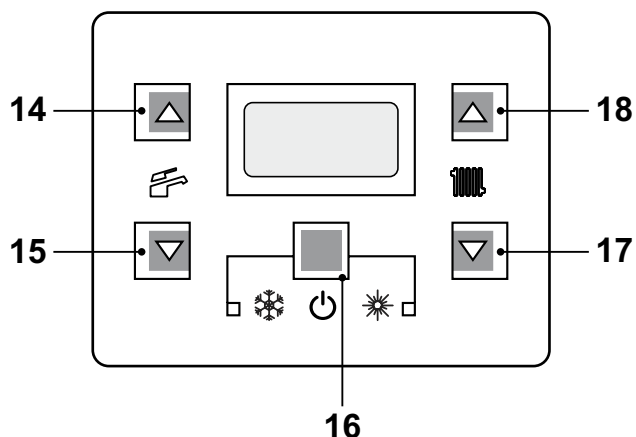
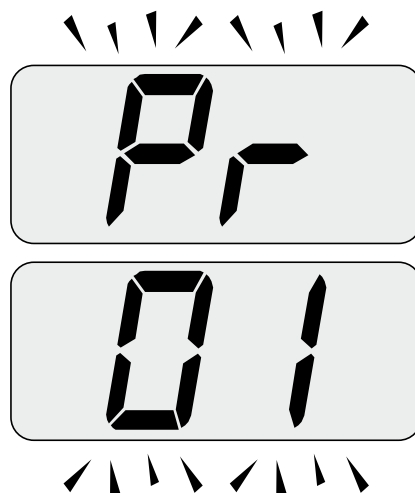
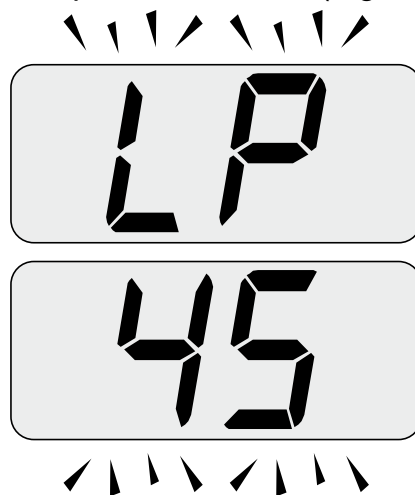

Figura 9.13
Figura 9.14
Figura 9.15
- Entrare in "modalità programmazione" premendo contemporaneamente per 10 secondi i tasti 16 - 17 - 18 (Figura 9.13 ) fino a far apparire sul display LCD le lettere **Pr** che si alternano con il codice **01**, indicanti l'entrata nel "parametro 01"(Figura 9.14 ).
- Premere contemporaneamente i tasti 17 e 18 (Figura 9.13 ) fino a far apparire sul display LCD le lettere **LP** che si alternano con il valore di temperatura dell'acqua di riscaldamento (es. **45**), indicanti l'entrata nell'attivazione della "funzione spazzacamino" alla potenza minima (Figura 9.15 ).
- Ripremendo contemporaneamente per 10 secondi i tasti 16 - 17 - 18 (Figura 9.13 ) si esce dalla "modalità spazzacamino" e